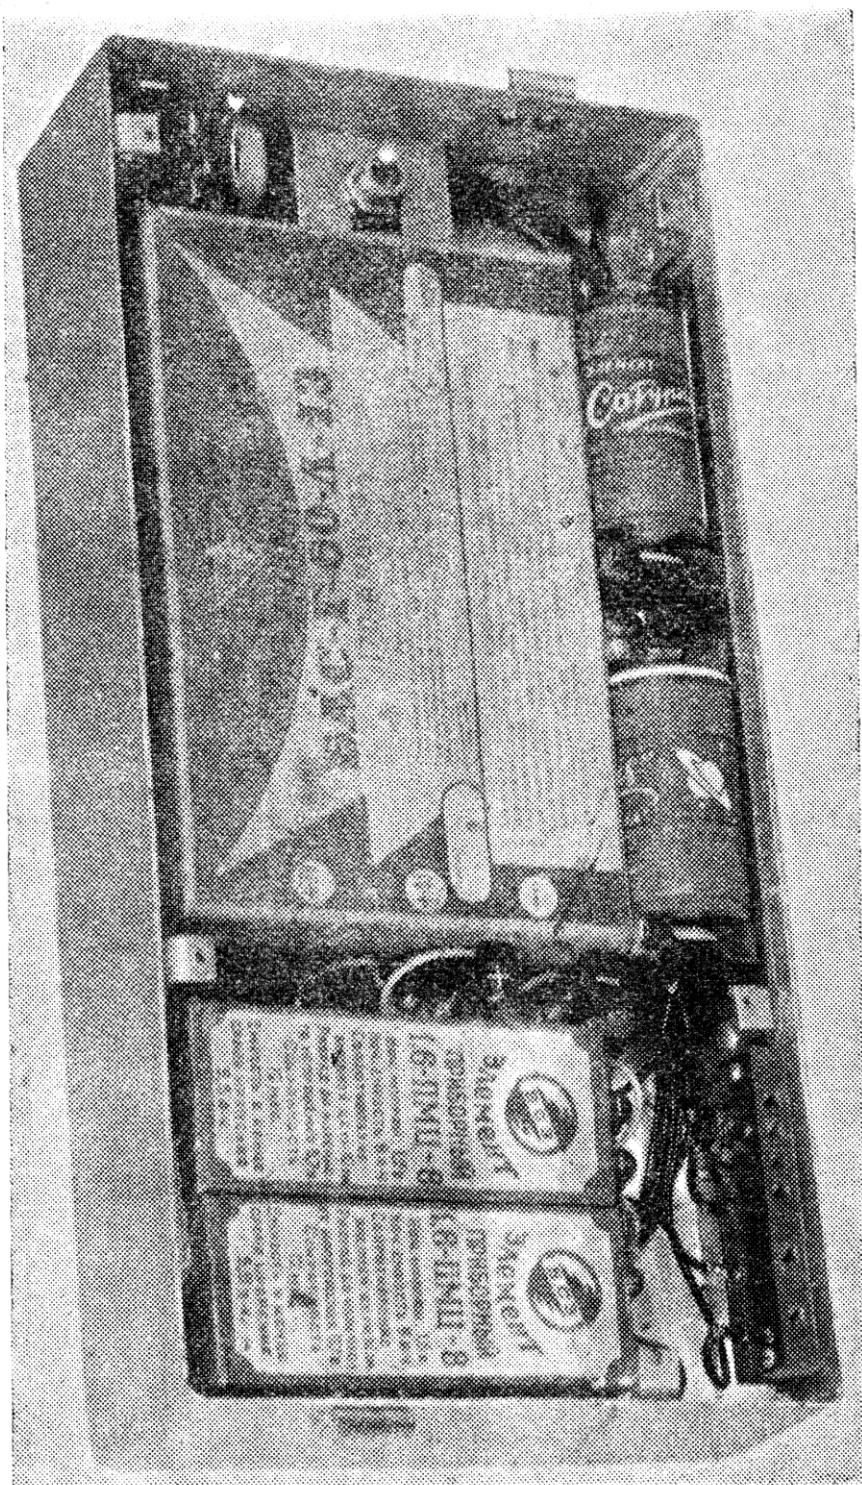

Рис. 4. Батарейная приставка со снятой крышкой.
- г) подключить два элемента накала измерителя типа 1,6-ПМЦ-У-8 плюсовыми концами к клеммам «+», минусовыми — к клеммам «—» (маленькие клеммы). См. рис. 4.